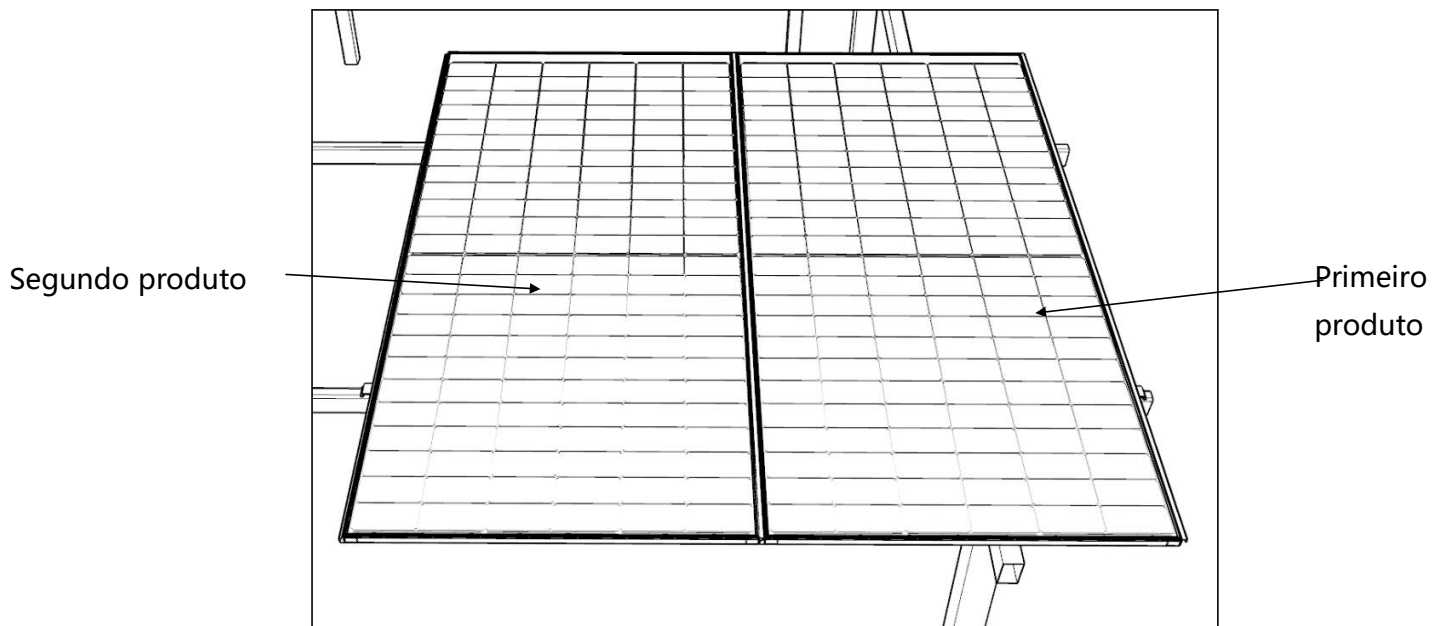

Figura 16
- ⑥ Coloque o lado direito do segundo produto firmemente contra a moldura esquerda do primeiro produto e alinhe as bordas superior e inferior com as do primeiro produto (Figura 16);